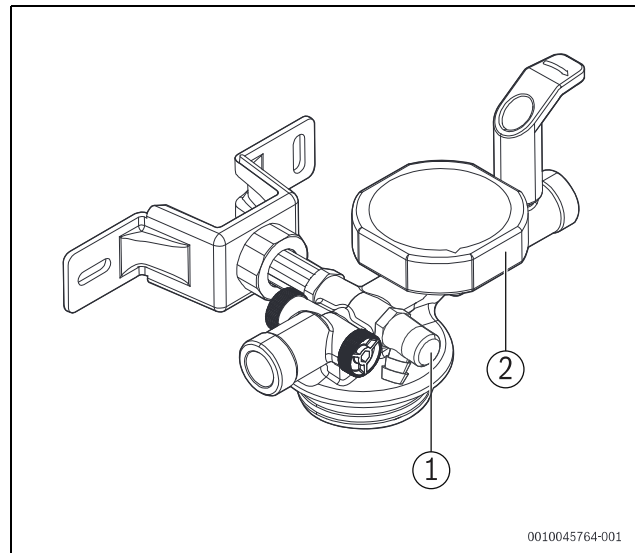

Bild 16 Füllkopf mit Entlüftungshahn/Entleerungsventil
- ▶ Entlüftungshahn/Entleerungsventil (→ Bild 16, [1]) so lange öffnen bis luftfreies Wasser austritt.
- ▶ Am Entlüftungshahn/Entleerungsventil (→ Bild 16, [1]) behandeltes Wasser entnehmen und die Leitfähigkeit des Wassers (<math>< 10 \mu\text{S}/\text{cm}</math>) messen bzw. kontrollieren (ggf. Herstellerangaben nach VDI 2035/I beachten).
- ▶ Deckel des Batteriefachs (→ Bild 16, [2]) abziehen.